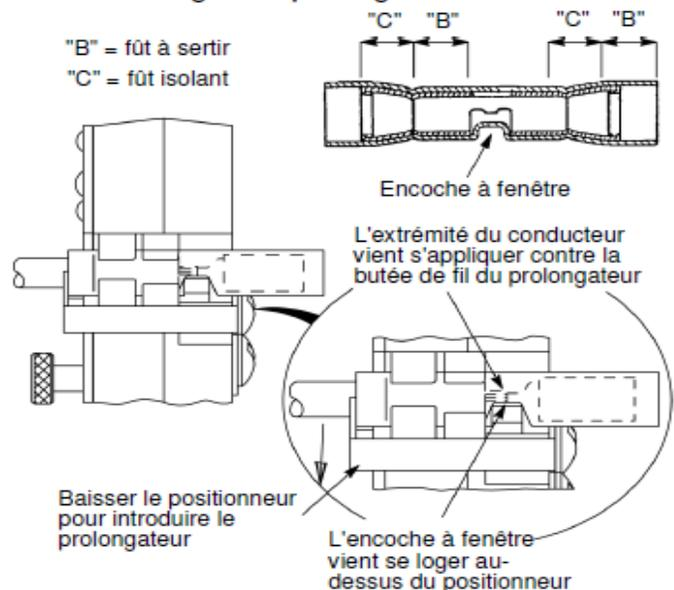

Figure 5
2. Abaisser le positionneur. Placer le prolongateur dans la chambre de sertissage de façon à ce que l'encoche à fenêtre du prolongateur vienne se loger au-dessus du positionneur. Voir Figure 5.